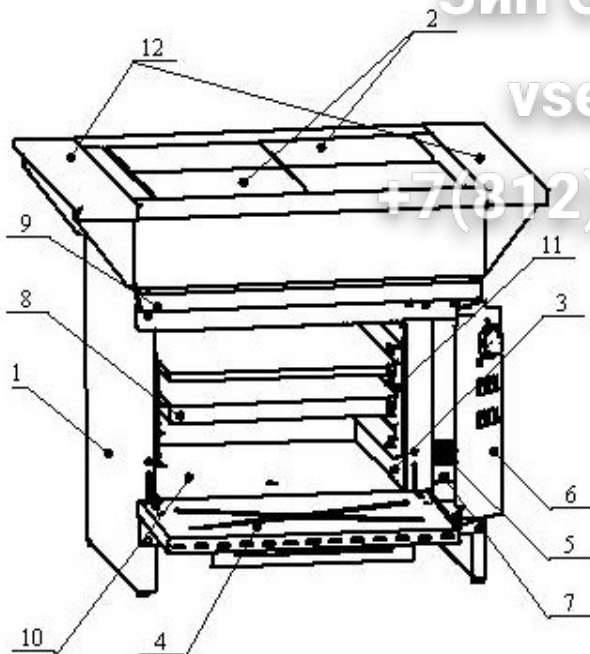
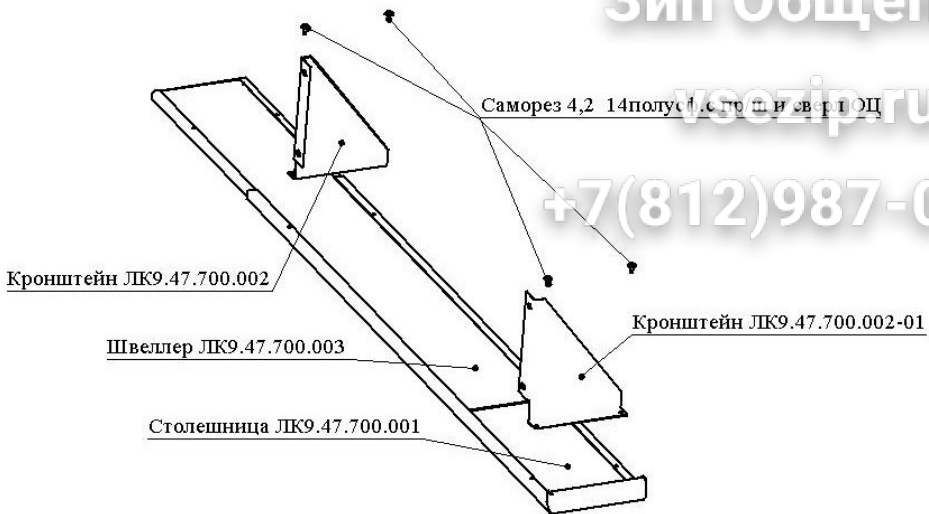

Рис.1
Рис.3
Внешний вид электроплиты представлен на рис.1 Электроплита имеет 4 конфорки, расположенные в верхней части и жарочный шкаф с дверью в нижней части. Лицевые поверхности электроплиты выполнены из нержавеющей стали. В правой части расположена панель управления. Клеммная колодка расположена за панелью управления. В верхней части плиты на уровне конфорок имеются две дополнительные столешницы (поставляются в разобранном виде, схему сборки см.на рис.3). В жарочном шкафу имеются легкосъемные направляющие противней, два противня и экран, закрывающий нижний ТЭН жарочного шкафа. Над жарочным шкафом расположен защитный поддон, предотвращающий попадание остатков продуктов внутрь электроплиты. Очистка защитного поддона осуществляется выдвижением поддона вперед или полным выниманием поддона.
- произвести сборку и установку на электроплиту дополнительных боковых столешниц(см.рис.3); возможна эксплуатация плиты без боковых столешниц;